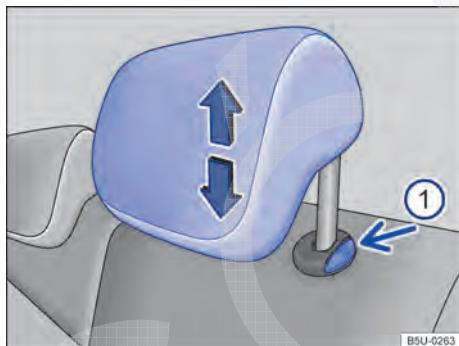

Fig. 48 Desinstalar o apoio para cabeça traseiro.
- Pressionar o botão → Fig. 48 B no sentido da seta. Retirar o apoio para cabeça com o botão pressionado.
- Empurrar o apoio para cabeça para baixo com o botão → Fig. 48 B pressionado.